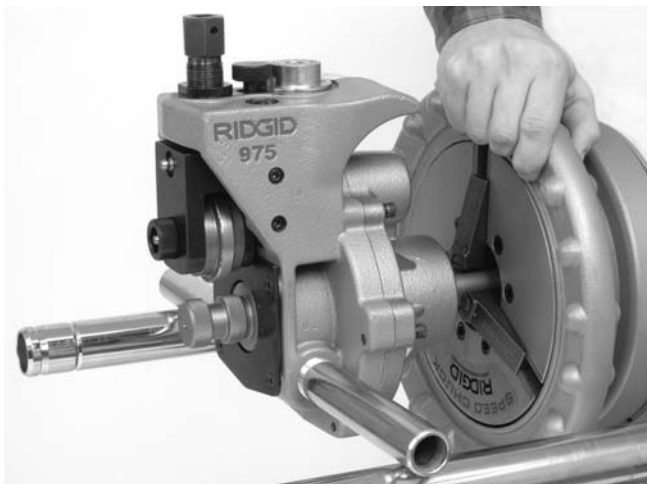

Figure 3 – Montage de la rainureuse à galets mixte n° 975 sur mandrin de système d'entraînement n° 300.
2. Positionnez les supports tubulaires de la rainureuse sur les supports tubulaires du système d'entraînement et, à l'extrémité de l'arbre d'entraînement de la rainureuse, dans le mandrin de l'appareil. Serrez le mandrin du système d'entraînement sur les plats de l'arbre en vérifiant le centrage de l'arbre dans le mandrin. Tournez le volant de serrage du mandrin rapide sèchement à gauche à plusieurs reprises pour assurer la retenue de l'arbre d'entraînement (Figure 3).